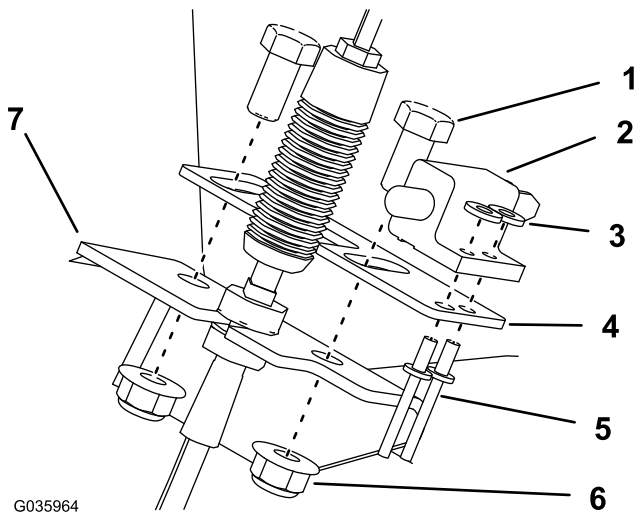

Figura 10
1. Instale o interruptor da embraiagem no suporte do interruptor da embraiagem com os dois rebites cegos e duas anilhas de cabeça chata (3/16 pol.), como se mostra na Figura 10.
2. Instale o suporte da embraiagem e suporte do interruptor da embraiagem no suporte do cabo da embraiagem com os dois parafusos (3/8 x 3/4 pol.) e duas porcas (3/8 pol.) como se mostra na Figura 10.